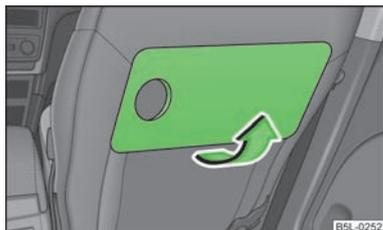

Abb. 79
- Den Tisch in die waagerechte Position durch Ziehen in Pfeilrichtung klappen » Abb. 79.